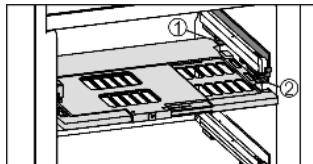

Fig. 16
► Установка пластины регулировки влажности: попречные ребра крышки на пластине вставить через низ в задний держатель Fig. 16 (1) и защелкнуть спереди на держателе Fig. 16 (2).